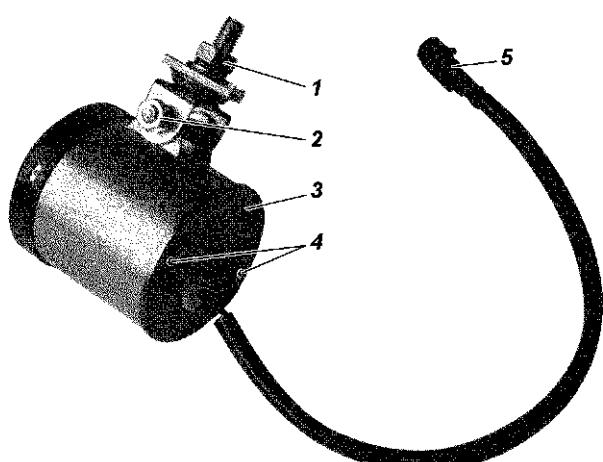

Рис. 14.10. Противотуманная фара:
*Регулировка фар.* Для регулировки противотуманных фар ослабьте гайки 1 и 2 (рис. 14.10) крепления фар и, поворачивая корпус фары в горизонтальной и вертикальной плоскостях, установите фару в положение,